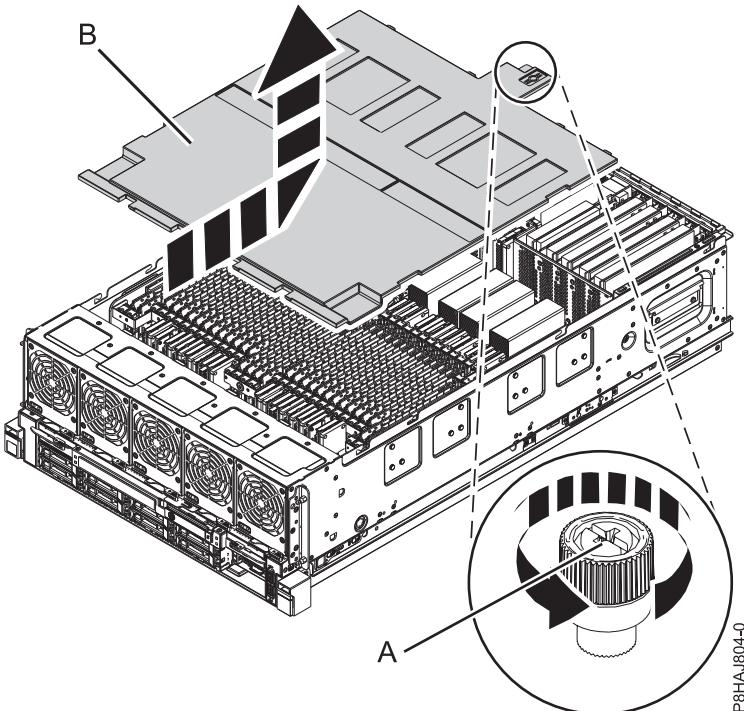

図 12. 安全カバーの取り外し
2. カバーの背面にあるつまみねじ (A) を、36 ページの図 12 に示されている方向に回転させて緩めます。
3. 安全カバー (B) をシステムの後方にスライドさせます。カバーの最前部が上部のフレーム棚を通り過ぎたら、カバーを持ち上げてシステムから外します。